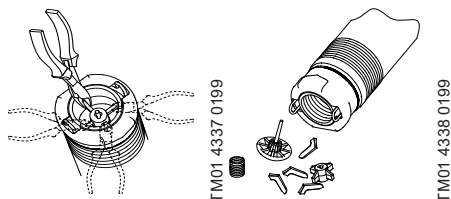

Рис. 15 Отрезание ножек клапана
1. С помощью клещей или аналогичного инструмента удалите ножки клапана. См. рис. 15.